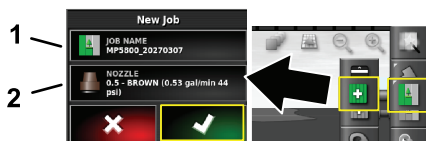

图 11
1. 按屏幕右侧的作业图标图 11。
2. 按作业的名称图 11。
1. 按屏幕右上方的作业图标 图 11。